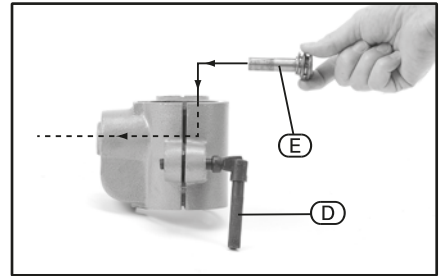

FIG.2
8.2 TABLE BRACKET - FIGS. 2 - 5